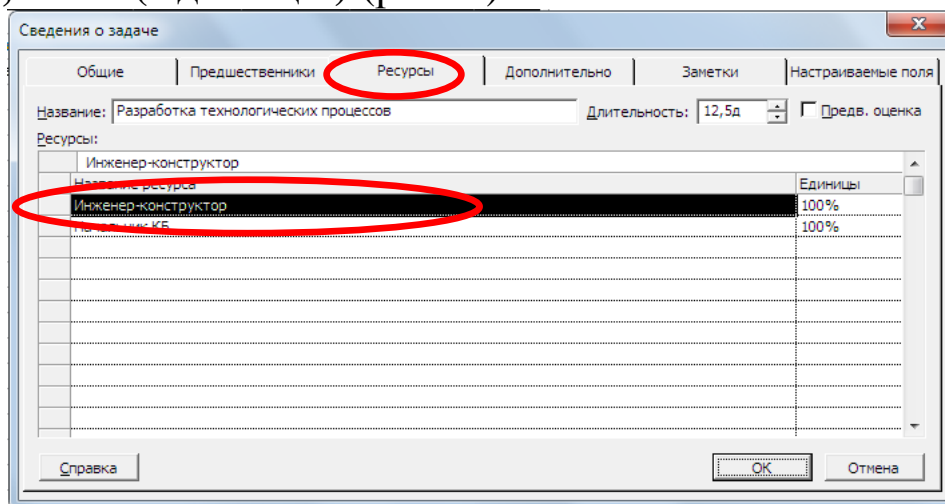

Рис. 7 – Вид диалогового окна **Сведения о задаче (Ресурсы)**
9. Другой способ: из диалогового окна *Task Information* (**Сведения о задаче**). На вкладке *Resources* (**Ресурсы**) отображается таблица, состоящая из двух столбцов: *Resource Name* (**Название ресурса**), *Units* (**Единицы**) (рис. 7).